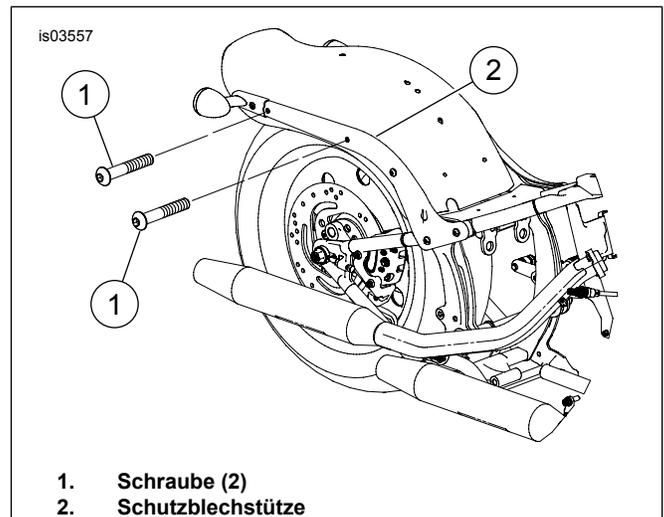

Abbildung 2. Vorhandene Befestigungsteile (ohne Befestigungsstellen)
- a. Siehe Abbildung 2. Die Schrauben (1) von der Schutzblechstütze (2) entfernen und entsorgen.